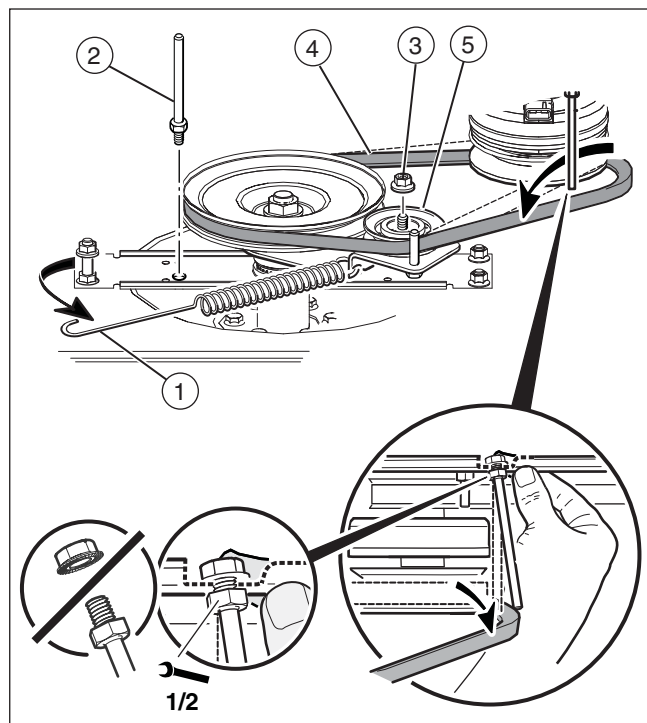

Figura 34
2. Scollegare la molla per trazione (1) dal piedino del piano di falciatura.
3. Allentare la guida della cinghia (2) dalla puleggia motrice (vedere **Figura 34**).
4. Togliere il dado di flangia (3) dalla parte alta della puleggia tendicinghia (4) e rimuovere la puleggia tendicinghia.